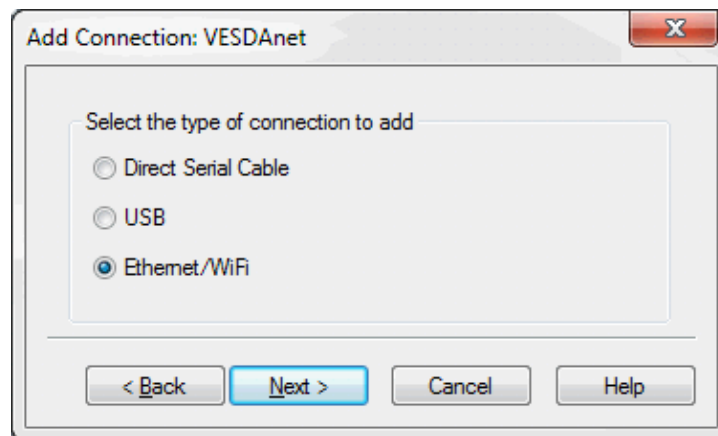

Figura 5-5: Seleccionar Ethernet
- Seleccione **Ethernet / WiFi** y, a continuación, **Siguiente** ("Next") (Figura 5-5).